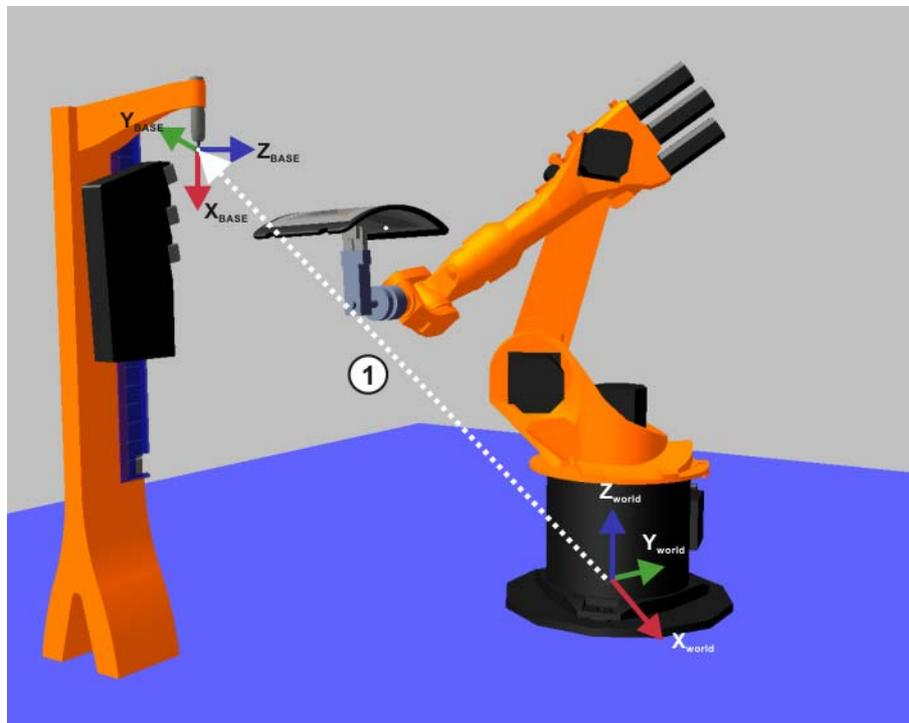

图 3-37: 固定工具的测量
如 (1) (>>> 图 3-37) 所示，以 \$WORLD (或者 \$ROBROOT) 为基准管理外部 TCP，即等同于基坐标系。